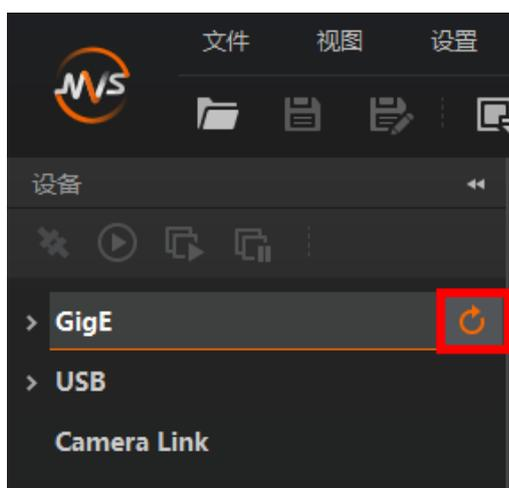

图3-7 刷新 GigE 口设备列表
2. 设备列表会自动显示当前枚举到的设备。也可通过点击 GigE 接口处的刷新按钮 , 对设备列表中显示的设备进行手动刷新，如图 3-7 所示。